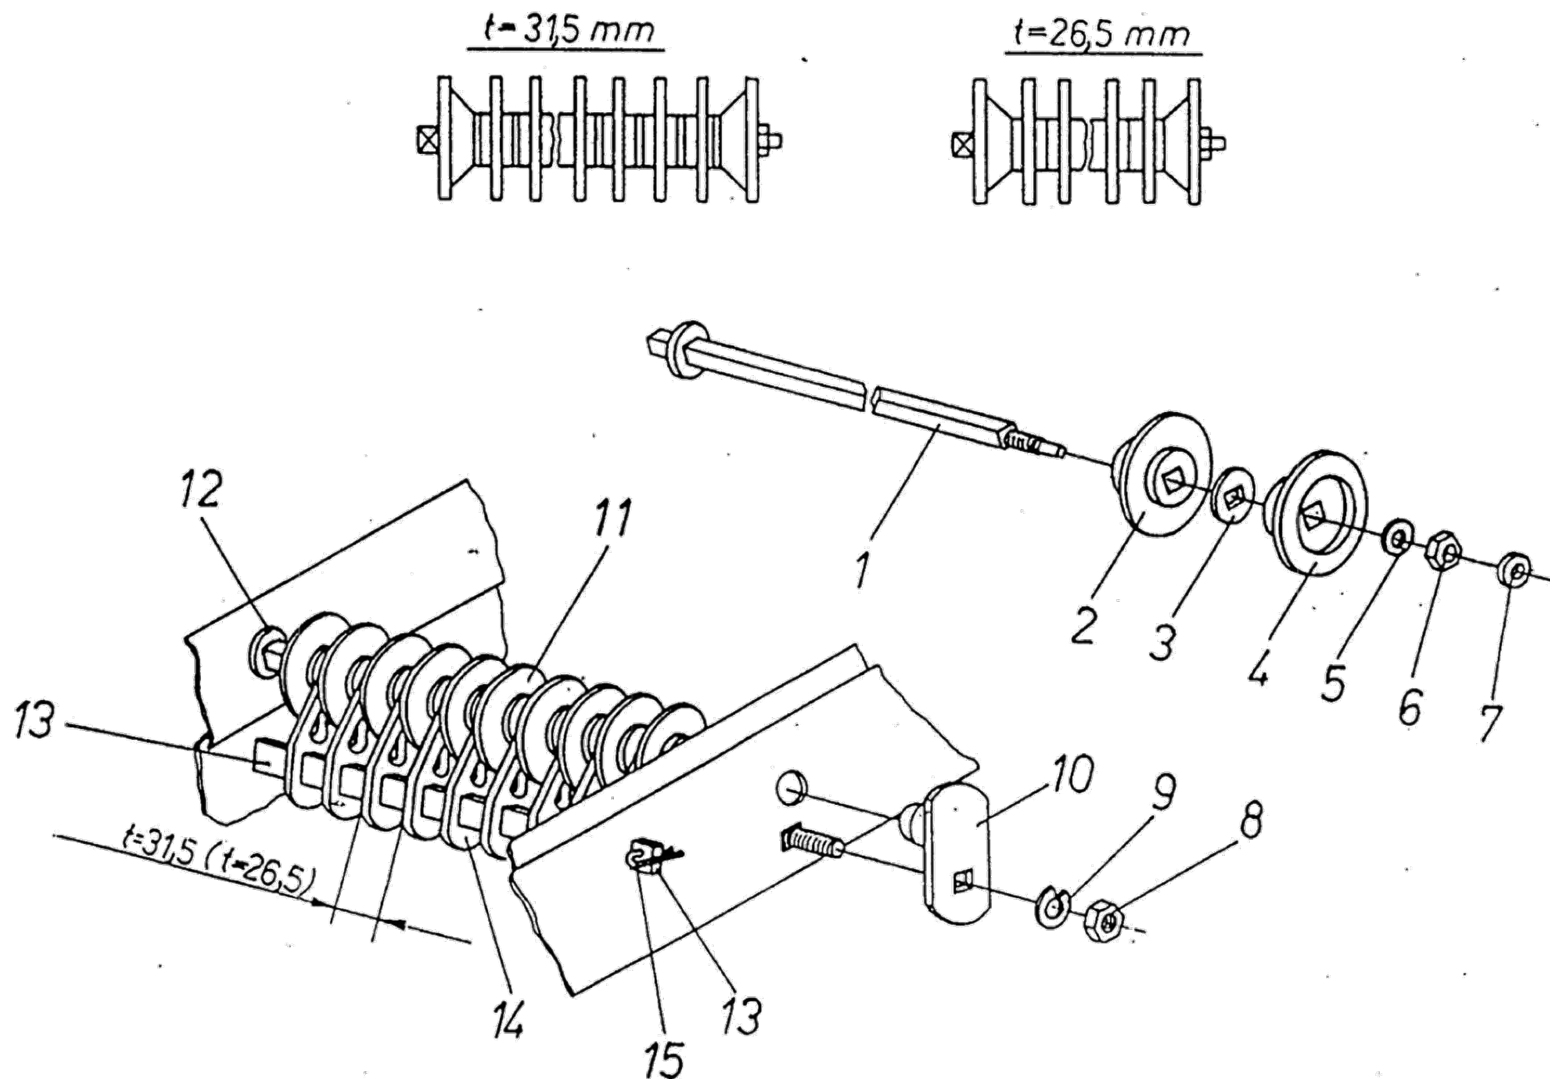

Abb. 31. Scheibenabscheider.
- die Mutter 8 [Abb. 31] ausschrauben, die Unterlegscheibe 9 zusammen mit dem Flanscheinband 10 abnehmen;